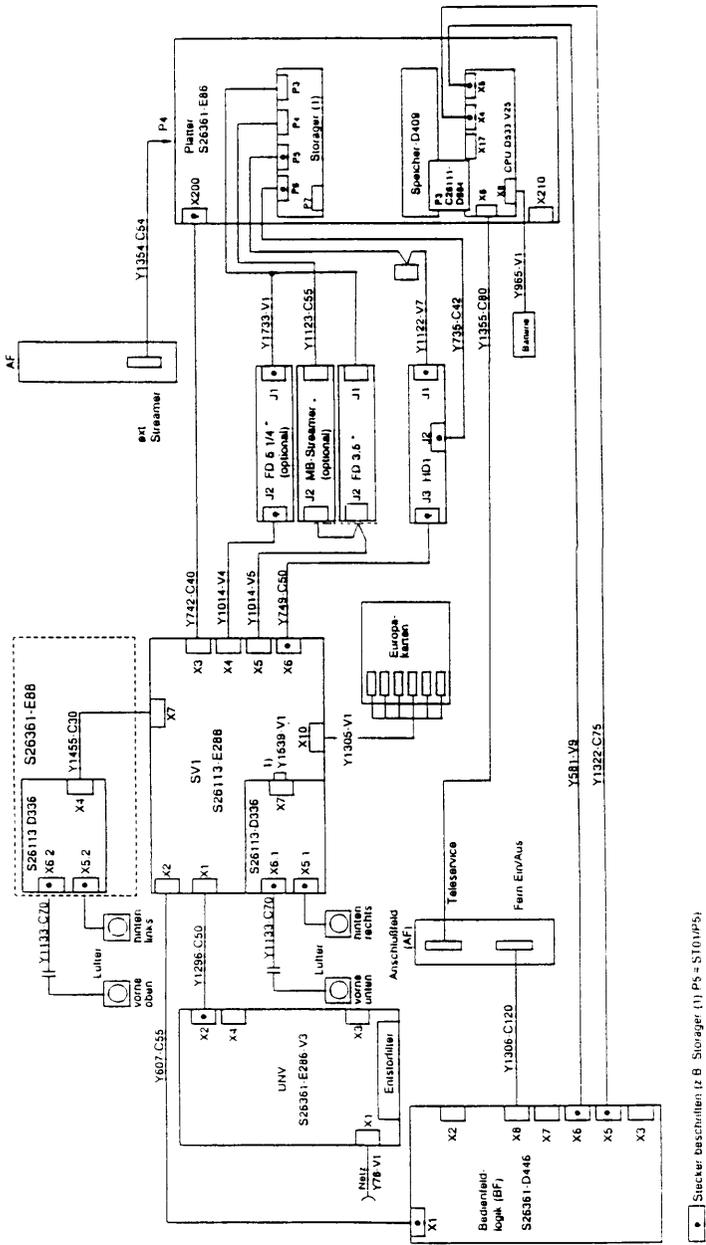

Abb. 1: Übersichtsplan des Stromversorgungssystems im Grundschrank
1.12.1 Allgemeines (siehe Abb. 1 und 2)